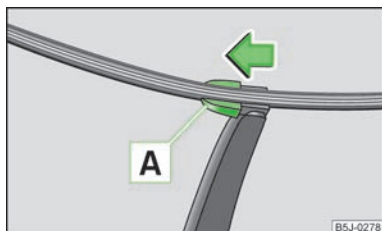

Abb. 32
- › Den Scheibenwischerarm von der Scheibe abklappen und das Scheibenwischerblatt rechtwinklig zum Wischerarm stellen » Abb. 32.
- › Das Scheibenwischerblatt auf den Scheibenwischerarm setzen und die Sicherung **A** » Abb. 32 verriegeln.